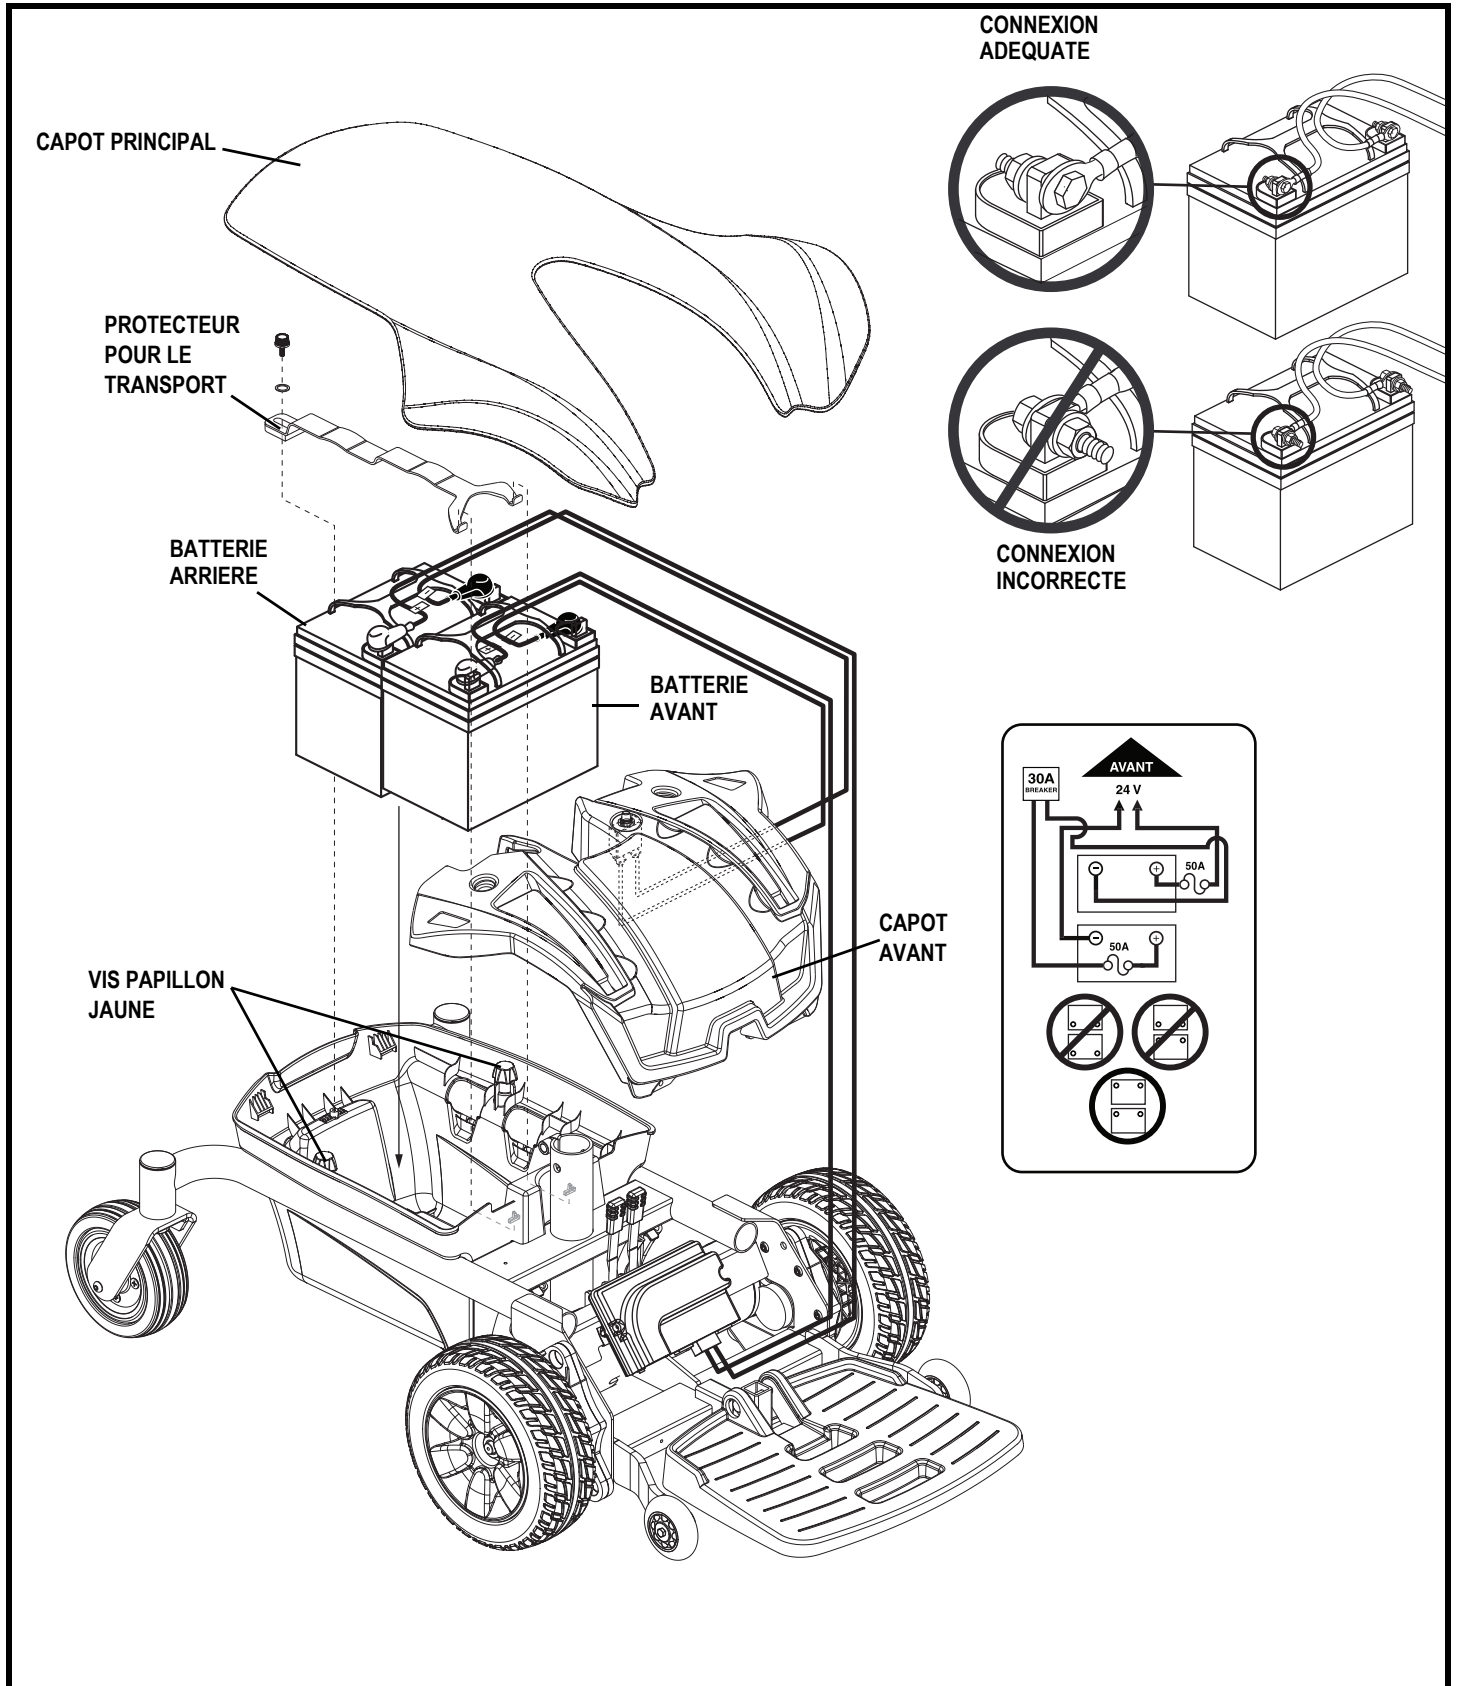

Figure 21. Installation des batteries (Siège retiré pour plus de clarté)
Un diagramme est imprimé sur un autocollant situé sur la boîte à batteries. **Voir la figure 21.** Voir la section VI. "Batteries et recharge" pour connaître les spécifications des batteries.
4. Retirez le capot en le soulevant et en le tirant vers l'arrière. **Voir la figure 21.**
5. Retirez le protecteur pour le transport au besoin. **Voir la figure 21.**
6. Débranchez les câbles des bornes de chaque batterie. **Voir la figure 21.**
9. Installez des nouvelles batteries dans le plateau. Assurez-vous de positionner les bornes face vers l'avant de la base motorisée. **Voir la figure 21.**
11. Branchez les bornes de la batterie avant aux câbles avant en respectant le diagramme. Assurez-vous que les connecteurs font face dans la bonne direction. **Voir la figure 21.**
12. Branchez les bornes de la batterie arrière aux câbles arrière en respectant le diagramme. Assurez-vous que les connecteurs font face dans la bonne direction. **Voir la figure 21.**